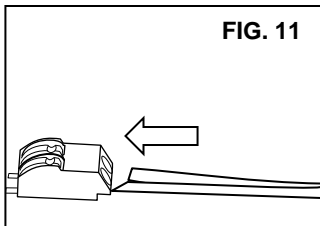

FIG. 11
- Inserte el CABLE ROJO (o NEGRO) del CONTROLADOR en el TERMINAL VIVO (marcado con un "+" en el TABLERO DE LED) y el CABLE AMARILLO (o BLANCO) al TERMINAL NEUTRO (marcado con un "-" en el TABLERO DE LED) del BLOQUE DE TERMINALES. (FIG.11)